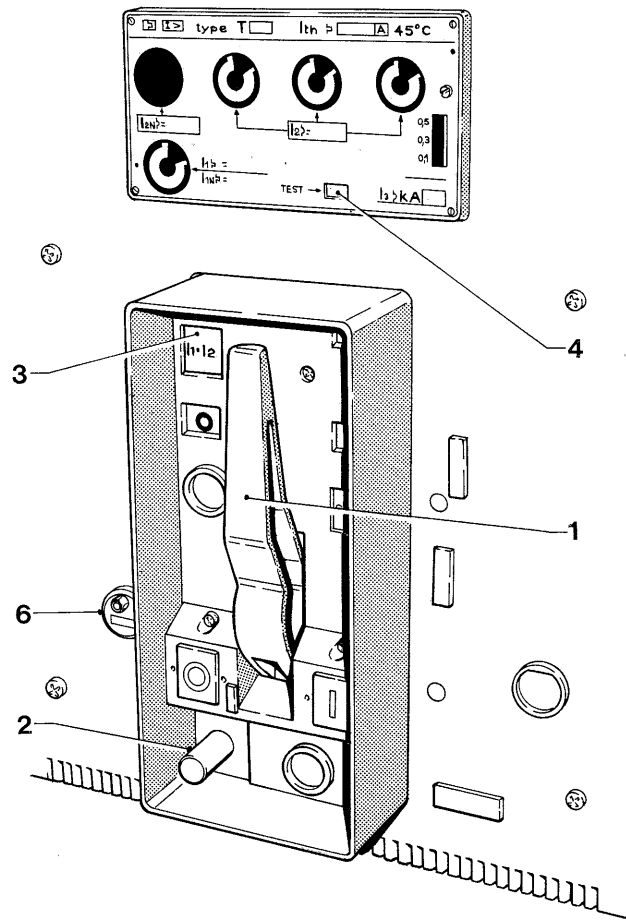

Fig. 9
Effettuare alcune manovre di chiusura e di apertura, verificando che la leva di azionamento delle molle [1] - Fig. 9, si muova con regolarità.
In presenza dello sganciatore di minima tensione [6] - Fig. 9 - l'interruttore può essere chiuso solo dopo aver eccitato elettricamente lo sganciatore stesso.
Effettuare la chiusura dell'interruttore, e quindi eseguire l'operazione di inserzione o di sezionamento, premendo il pulsante [2] - Fig. 9 per sbloccare la parte mobile. L'interruttore deve aprirsi e non si deve più poter effettuare l'operazione di chiusura fino a quando l'interruttore non arriva in posizione di "inserito" o di "sezionato in prova" oppure di "estratto per ispezione" (cfr. § 3.5 - Fig. 12 - pag. 20).
1. In presenza di uno sganciatore di massima corrente termomagnetico serie T (tipi T, Ts, Tsi, TE, TEs), premere, ad interruttore chiuso, il pulsante TEST [4] - Fig. 9, posto sulla scatola dello sganciatore per verificare l'intervento del gruppo meccanico di sgancio e la conseguente apertura dell'interruttore.
In presenza della segnalazione di scattato sganciatore $I_1 - I_2$ (pulsante [3] - Fig. 9 - sporgente), il comando va in blocco e richiede il ripristino manuale. Il ritorno alle condizioni operative avviene premendo a fondo il pulsante [3].
Perform a few closing and opening operations to make sure that the closing springs charging handle [1] - Fig. 9, freely moves.
When the undervoltage release is provided [6] - Fig. 9 - the breaker cannot be closed unless same u/v release is energized at its rated voltage.
Perform the breaker closing operation, then initiate the racking-in or isolating operation by pressing the unlocking push-button [2] - Fig. 9. The breaker should open and it should not be possible to reclose it until same reaches the "test" or "withdrawn for inspection" position (see 3.5 - Fig. 12 - pag. 20).
1. If the breaker is fitted-up with a thermomagnetic o/c release (T series, types T, Ts, Tsi, TE, TEs) and is closed, press the TEST push-button [4] - Fig. 9, placed on the release box in order to check the correct operation of the mechanical trigger and therefore the consequent breaker tripping.
If the breaker is fitted-up with "automatically tripped" signalling for $I_1 - I_2$ [3] - Fig. 9, the mechanism is locked out after tripping and requires to be reset manually. The reset to the normal operating conditions is made by fully pressing the push-button [3] - Fig. 9.